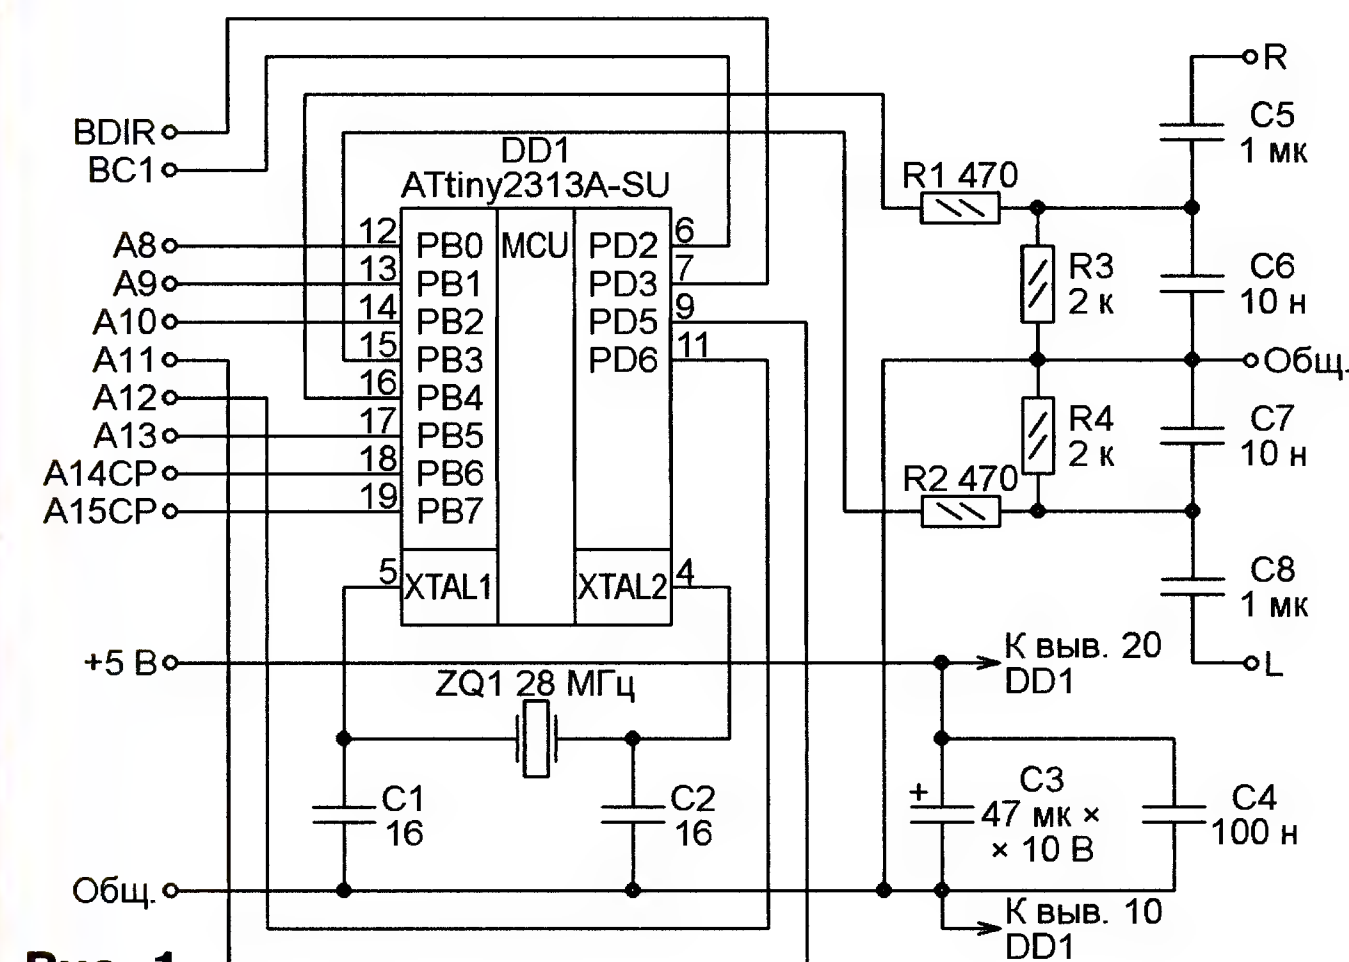

Рис. 1
На рис. 1 изображена схема эмулятора сопроцессора AY-3-8910 для компьютера, описанного в [1]. Он реализован на микроконтроллере DD1 (ATtiny2313A-SU, возможная замена — ATtiny2313-20SU) и имеет два аудиовыхода — левого (L) и правого (R) сте-